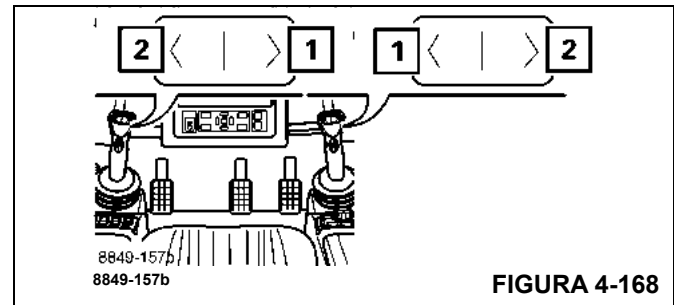

FIGURA 4-168
- Presione el botón (1), (Figura 4-168). El modo de alta velocidad estará activo hasta que suelte el botón.
- Presione el botón (2), (Figura 4-168). El modo de alta velocidad estará habilitado hasta que presione el botón nuevamente.
- Presione el botón (1), (Figura 4-168), para activar la alta velocidad momentáneamente.